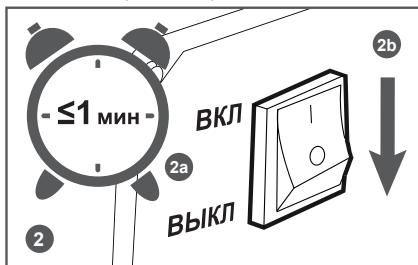

Рис. 16 Выключение зажигания
2. Дайте двигателю поработать примерно 1 минуту и переведите выключатель зажигания в нижнее положение «ВЫКЛ» (Рис. 16).